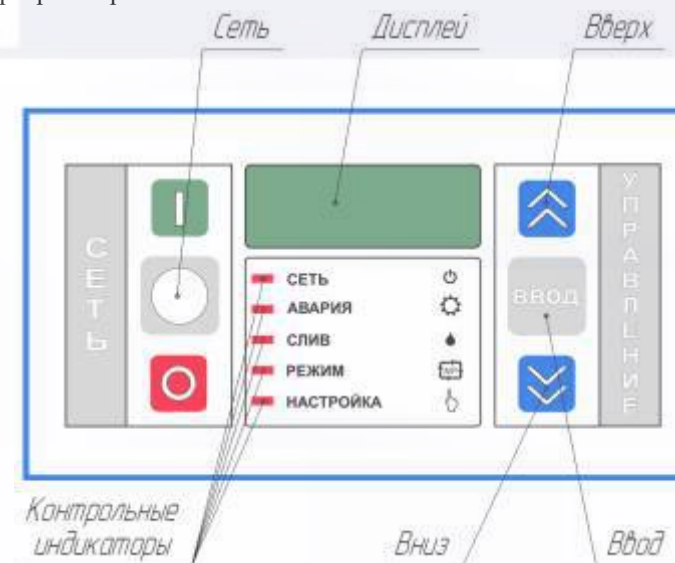

Рисунок 5 - Панель блока управления
• Не происходит слив конденсата (ни масла, ни воды)	1. Проверить монтаж электропроводки. 2. Загрязнение фильтра предварительной очистки в устройстве для слива конденсата; почистить фильтрационную сетку 7 (рис. 5) 3. Перегорела катушка электромагнитного клапана в устройстве для слива конденсата; заменить катушку. 4. Засорение или заклинивание электромагнитного клапана в устройстве для слива конденсата; клапан почистить или заменить (рис. 5). 5. Проверить работоспособность терморегулятора; если неисправность сохраняется, заменить.